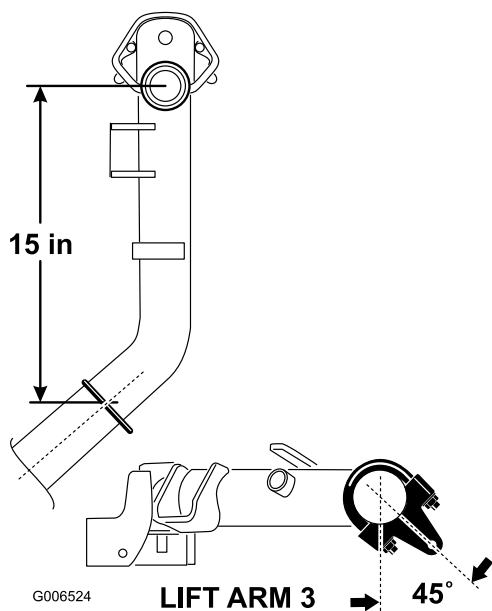

Figure 5
2. Sur les bras de relevage N° 2 et 3, positionnez les supports et les étriers filetés à 38 cm derrière l'axe du pivot (Figure 5). Tournez les supports de 45 degrés vers l'extérieur de la machine.